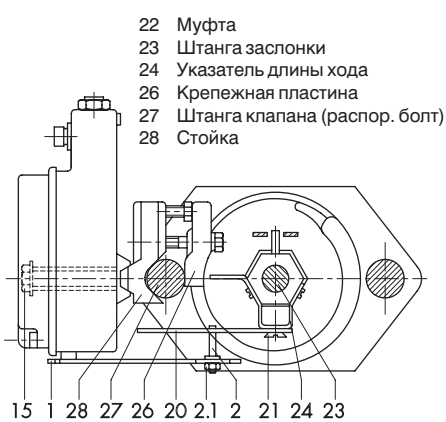

Рис. 5 Подсоединение при наличии клапана штанговой модели
2.2 Подсоединение к клапану штанговой конструкции (рис. 5)